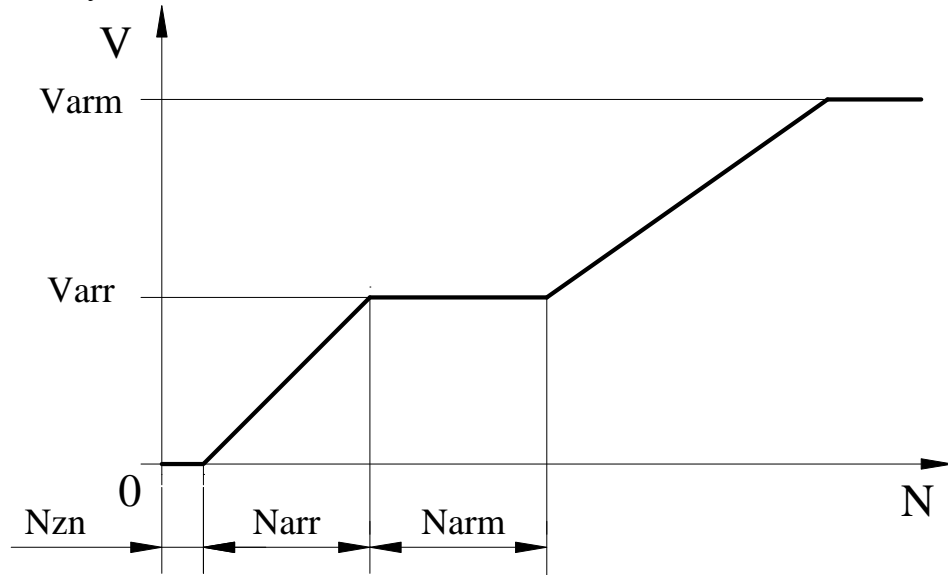

Рис.6. Скорость удержания в зависимости от расстояния до точки удержания.
- 3.8.8.5. **Номер 4** – Varr (мм/сек) – малая скорость движения при удержании (арретировании) (**рис.6**).
3.8.8.6. **Номер 5** – V_{arm} (мм/сек) – максимальная скорость движения при удержании (**рис.6**).
3.8.8.7. **Номер 6** – N_{arm} (0-100 мм) – участок скорости движения при удержании, где $V=V_{arr}$ (**рис.6**).